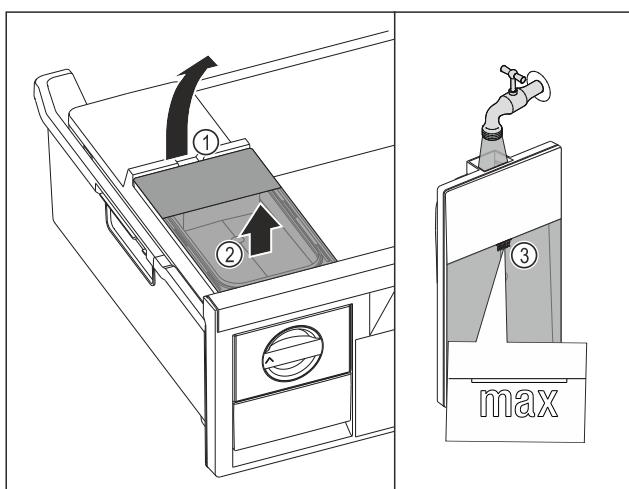

Fig. 71
- Dvignite rezervoar za vodo dvignite za izrez Fig. 71 (1).
- Rezervoar za vodo odstranite v smeri navzgor. Fig. 71 (2)
- Rezervoar za vodo napolnite s pitno vodo do ozname Fig. 71 (3).